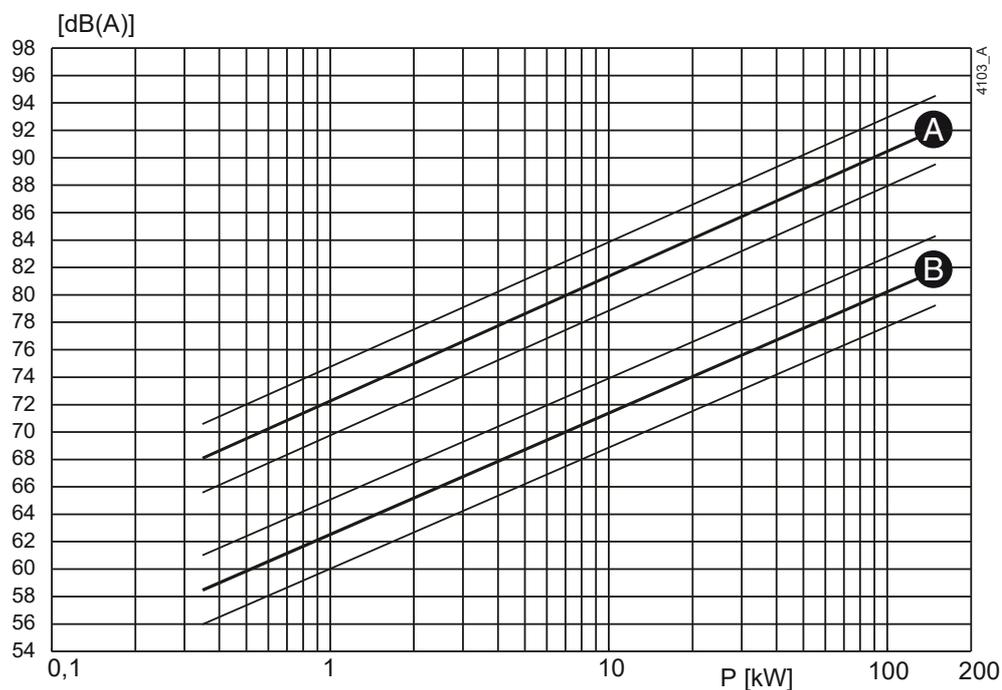
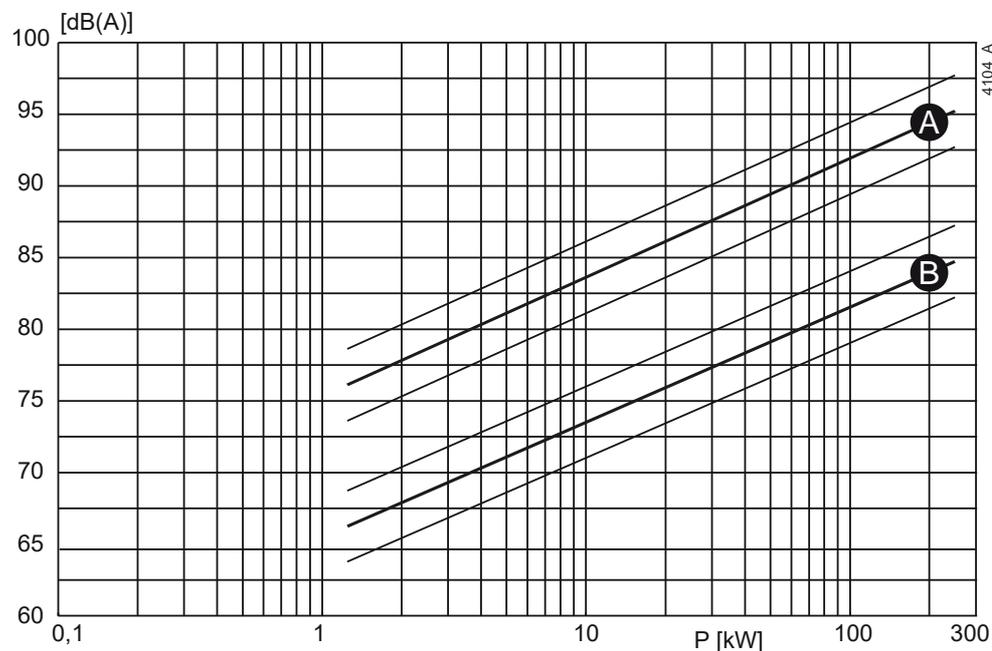

Figura 97: Livello di rumorosità in funzione della potenza [kW] a  $1450 \text{ min}^{-1}$ .
Figura 98: Livello di rumorosità in funzione della potenza [kW] a  $2900 \text{ min}^{-1}$ .
- 1 Determinare il livello di rumorosità ( $L_1$ ) della pompa. Vedere Figura 97 o Figura 98.